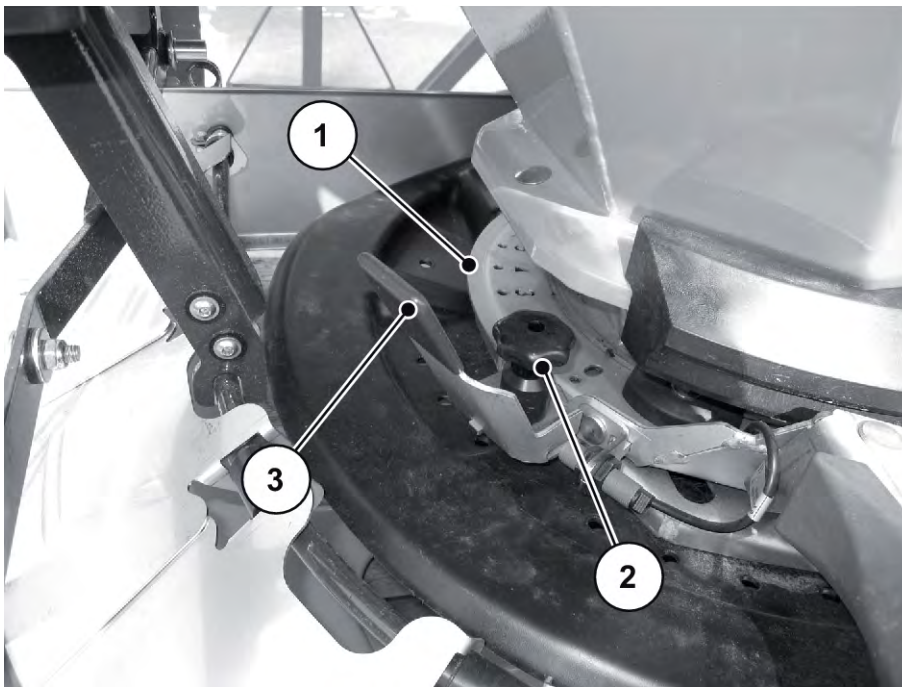

Fig. 30: Innstilling av halvsideskyveren
- ▶ Lukk halvsideskyveren. Se *Fig. 30 Innstilling av halvsideskyveren*